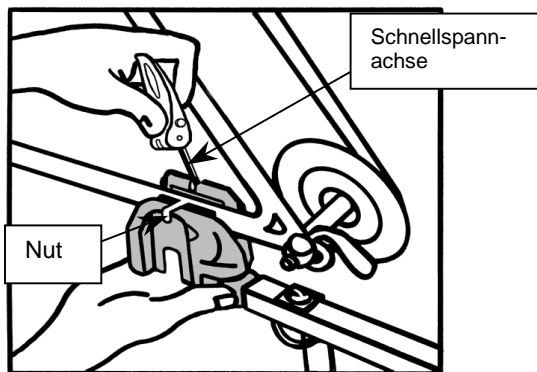

Abb.6
1. Die vollständig geöffnete Anhängerkupplung so weit hinten wie möglich unter die linke Kettenstrebe des Fahrrads bringen. Dabei müssen beide Gummistreifen der Kupplungsbacken vollständig in Kontakt mit der Kettenstrebe sein. Danach die Achse des Schnellspannhebels nach oben drehen (siehe Abb. 6).